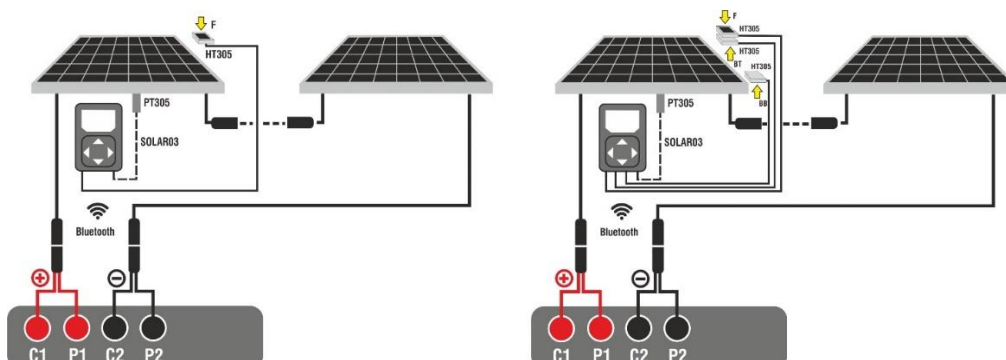

Fig. 63: Connexion avec l'unité à distance SOLAR03 sur des modules Monoface et Biface
3. Connecter l'instrument et l'unité distante SOLAR03 au module/chaîne de test comme indiqué dans la Fig. 63. En particulier :